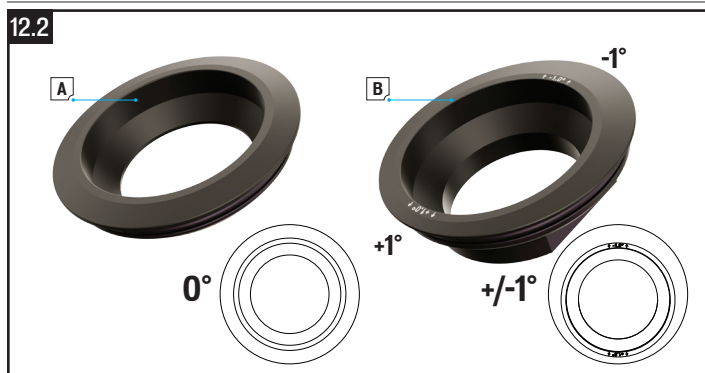

Fig. 12.2
- Desserrez les boulons de la potence qui fixent la potence au pivot de la fourche (A).
- Desserrez et retirez le boulon du capuchon supérieur (B).
- Retirez la potence (C) située sur le pivot de fourche (D), puis retirez la fourche située sur le cadre (E).
- Sélectionnez la cuvette du jeu de direction et installez-la (Fig. 12.2) en fonction de la géométrie souhaitée par le ou la cycliste.